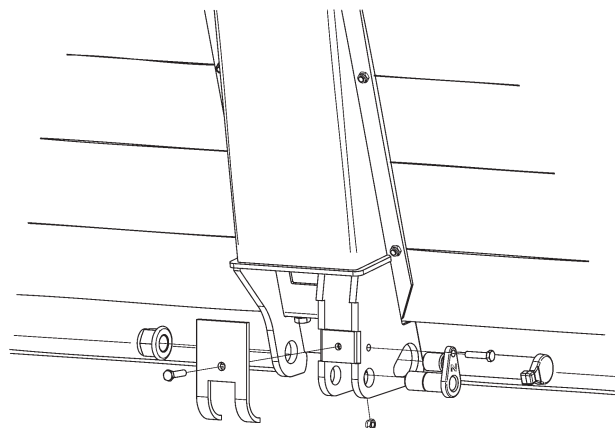

Abbildung 26. Montieren Sie die Ladebordwand an den Armen
5. Lösen Sie die Gegenmutter, siehe Abbildung 26 (Zepro-Werkzeug 52937).